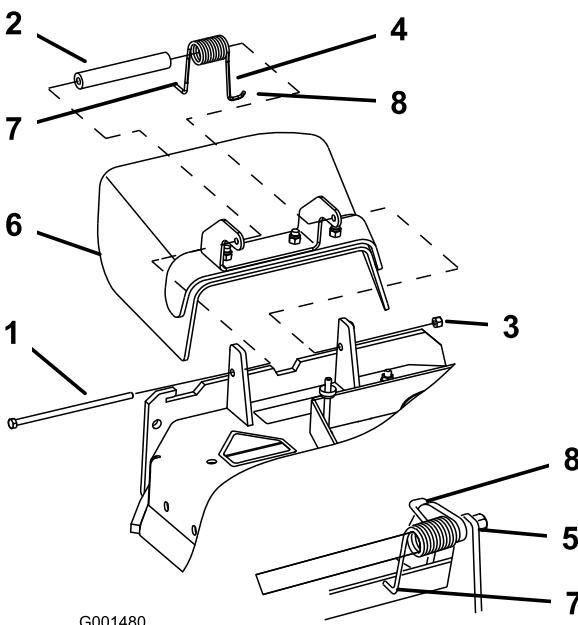

Figure 44
1. Retirez le contre-écrou, le boulon, le ressort et l'entretoise qui fixent le déflecteur aux supports de pivot (Figure 44). Enlevez le déflecteur s'il est endommagé ou usé.
Remarque: Prenez soin de placer l'extrémité en L du ressort derrière le bord du plateau avant de mettre le boulon en place, comme indiqué à la Figure 44.
- Remettez le boulon et l'écrou. Accrochez l'extrémité en J du ressort au déflecteur d'herbe (Figure 44).